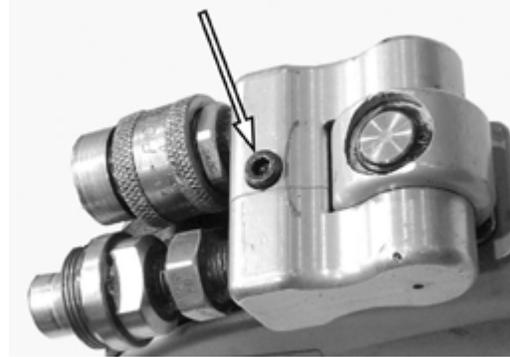

Figura 8. Parafuso da forquilha
2. Veja a Figura 8. Remova o parafuso da forquilha multiarticulada.